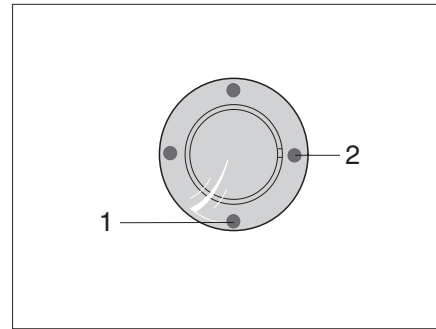
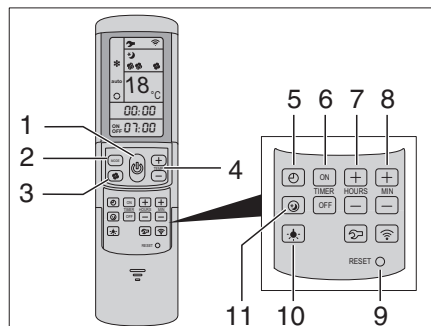

Bild 307 IR-mottagare/funktionsindikeringsring
Bild 308 Fjärrstyrning
Klimatanläggningen är monterad på fordonets tak. Fjärrstyrningen (Bild 308) för klimatanläggningen finns i köket.
- Anslut fordonet till 230 V-försörjningen. Klimatanläggningen är driftklar. Den blåa lysdioden (Bild 307,1) lyser.
- Tryck på knappen (Bild 308,1) på fjärrstyrningen för att slå på. Den blåa lysdioden (Bild 307,1) blinkar.
- Ställ in önskat driftläge med knappen MODE (Bild 308,2).
- Ställ vid behov in önskat fläktsteg med knappen (Bild 308,3) och rumstemperaturen med knapparna (Bild 308,4).
Nås den inställda temperaturen på fjärrstyrningen slocknar den blåa lysdioden (Bild 307,1), kompressorn stängs av och cirkulationsfläkten körs vidare.
- Tryck på knappen (Bild 308,1) på fjärrstyrningen igen.
- Slå på med knappen (Bild 308,1) på fjärrstyrningen för programmering av klimatanläggningen.
- Ställ in önskat driftläge med knappen (Bild 308,2) och rumstemperaturen med knapparna (Bild 308,4).
- Välj önskad funktion med knapparna (Bild 308,6).
- Välj önskad kopplingstid (15 minuter till 24 timmar) med knapparna (Bild 308,7 och 8).
- Bekräfta inställningen med knapparna "ON" eller "OFF" (Bild 308,6).